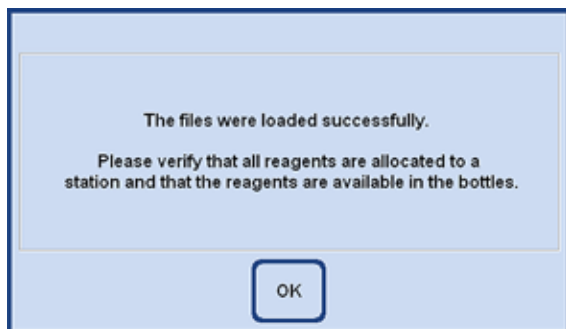

Рис. 120
- Если все данные загружены корректно, появится сообщение, которое подтверждает загрузку и требует проверить корректность привязки реактивов (рис. 120).